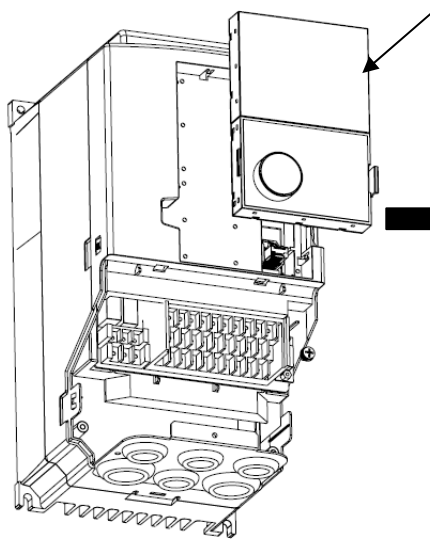

图 2
2. 用手按住操作面板的卡勾部位，既可拆下操作面板(图 2)